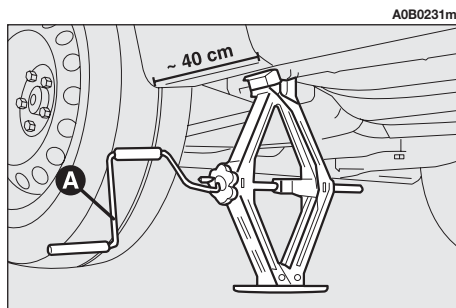
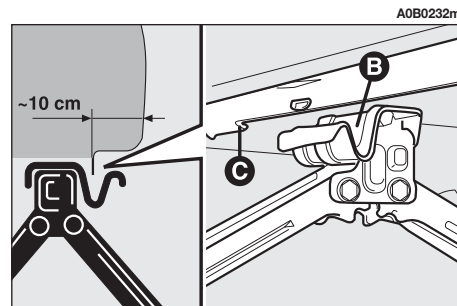

fig. 5
fig. 6
- Actionner à l'aide de la manivelle (**A-fig. 5**), le cric de manière à le détendre jusqu'à ce que la rainure (**B-fig. 6**) sur la partie supérieure du cric s'engage correctement sur le profil inférieur de la coque (**C-fig. 6**) à environ 40 cm. du profil du passage de roue.